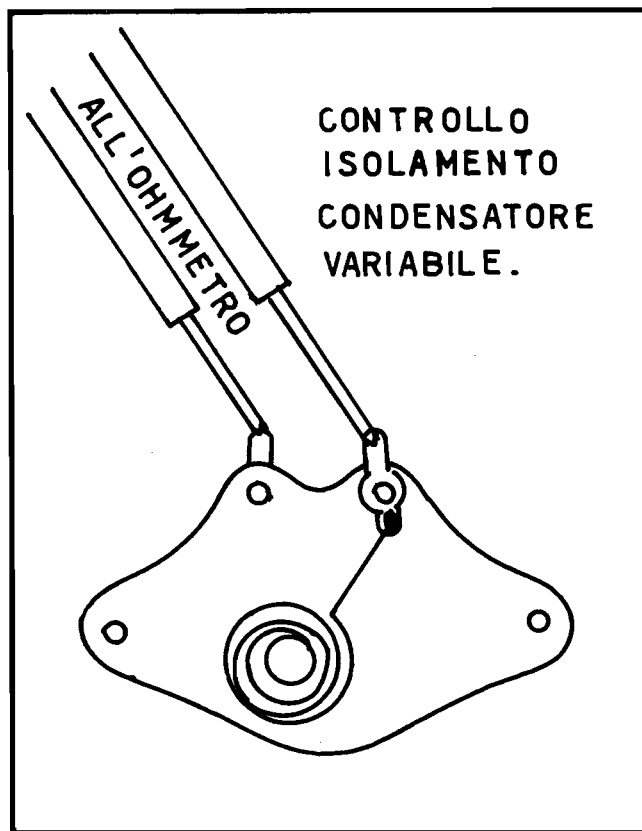

Fig. 7
- il condensatore variabile per il controllo della reazione è in corto circuito, provare a distaccarlo e misurare con l'ohmmetro (fig.7).